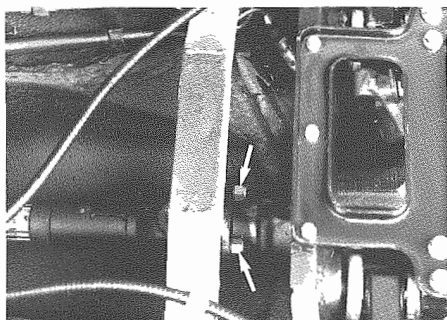

Fig. 1 - Viti fissaggio albero di trasmissione sulla flangia post.
- Staccare l'albero di trasmissione dal differenziale: allentare ed estrarre le viti di fissaggio sulla flangia posteriore e far scorrere il giunto sul profilo scanalato (**Fig. 1**).
- Disconnect propeller shaft from differential: loosen and take off fixing screws from the rear flange and let the joint slide on the grooved profile (**Fig. 1**).